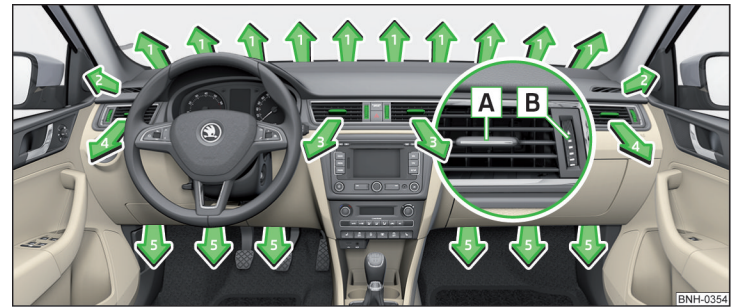

Fig. 93 Fantele de ventilație
La fantele de ventilație **3** și **4** » fig. 93 se poate modifica direcția curentului de aer, iar duzele se pot deschide și închide și individual.
- Pentru a modifica pe înălțime direcția curentului de aer, deplasați lamele orizontale cu ajutorul elementului de reglare deplasabil **A** » fig. 93 în sus sau în jos.
› Rotiți regulatorul **B** » fig. 93 în sus.
› Rotiți regulatorul **B** » fig. 93 în jos.
Setarea direcției fantei de ventilație	Fante de ventilație active » fig. 93